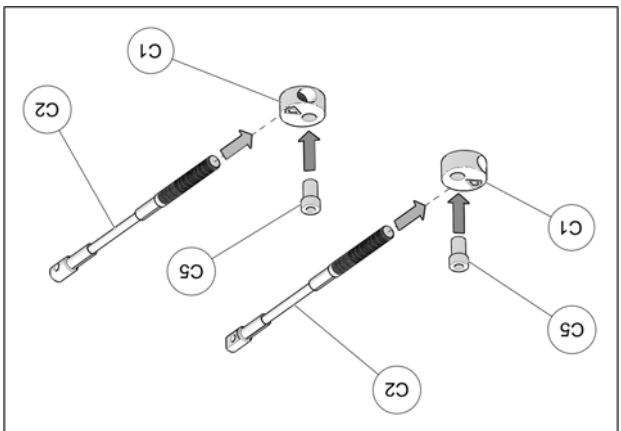

Fig. 25
16. Assembler les câbles des limiteurs de conduite (C2), les disques en aluminium (C1) et les bagues espacateurs (C5) tel que montré à la Fig. 25